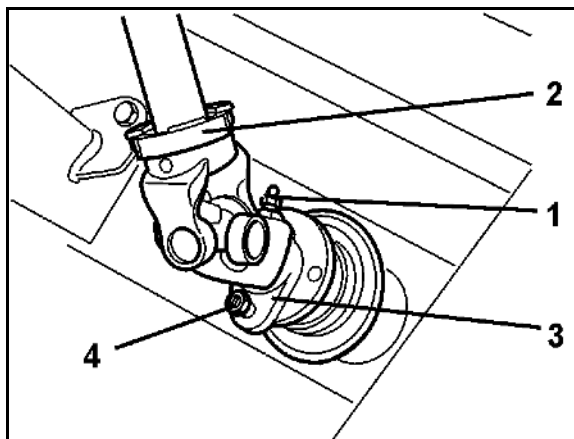

Рис. 91
1. Викрутіть конусний мастильний ніпель (Рис. 91/1) у з'єднувальній вилці (Рис. 91/2) карданного вала.
2. Видаліть зрізний болт (Рис. 91/4) між фланцем вилки (Рис. 91/3) карданного вала та фланцем вхідного вала редуктора.